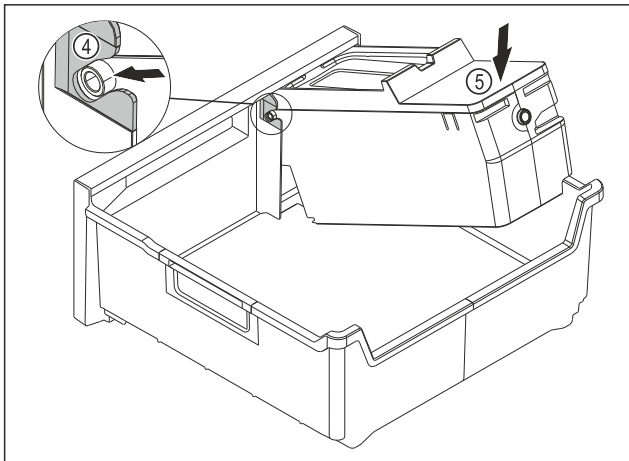

Fig. 115
- ▶ Встановіть корпус EasyTwist-Ice: Вставте осі корпусу EasyTwist-Ice в напрямні Fig. 115 (4).
- ▶ Натисніть на корпус EasyTwist-Ice Fig. 115 (5) ззаду вниз.